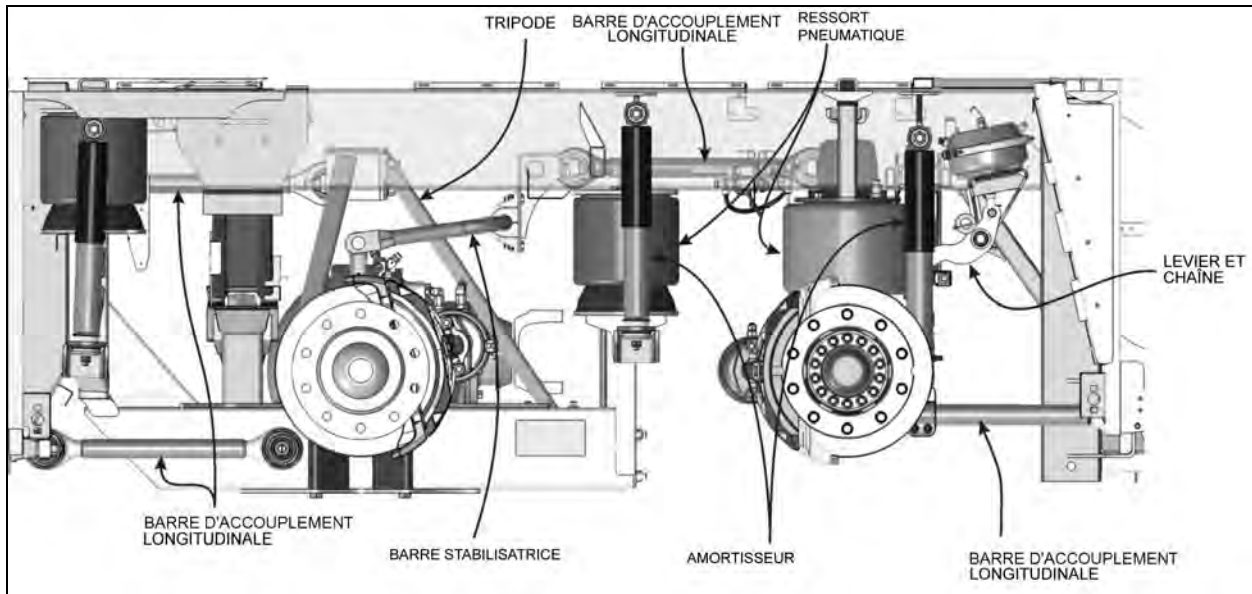

FIGURE 37 : ORGANES DE LA SUSPENSION ARRIÈRE
1. Enlever les écrous et rondelles des amortisseurs sur le goujon de montage supérieur et le support de montage inférieur. Identifier les rondelles intérieure et extérieure en vue de la repose. Se reporter à Figure 37 pour les détails.